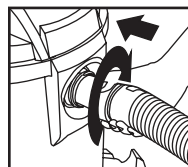

FIGURE 27
36. Réinsérez le tuyau dans l'admission et serrez l'écrou autobloquant. **FIGURE 27.**